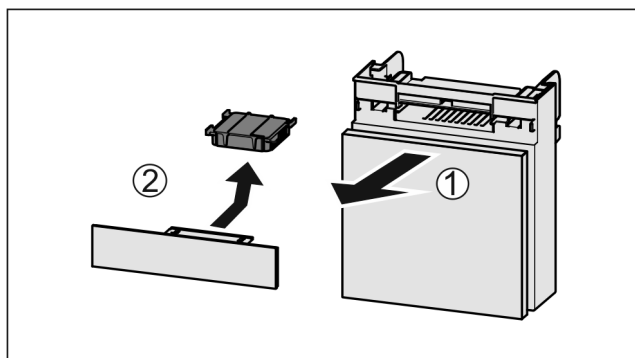

Fig. 83
- ▶ Dra ut Fig. 83 (1) lådan framåt.
- ▶ Ta ut Fig. 83 (2) aktivtkolfiltret.